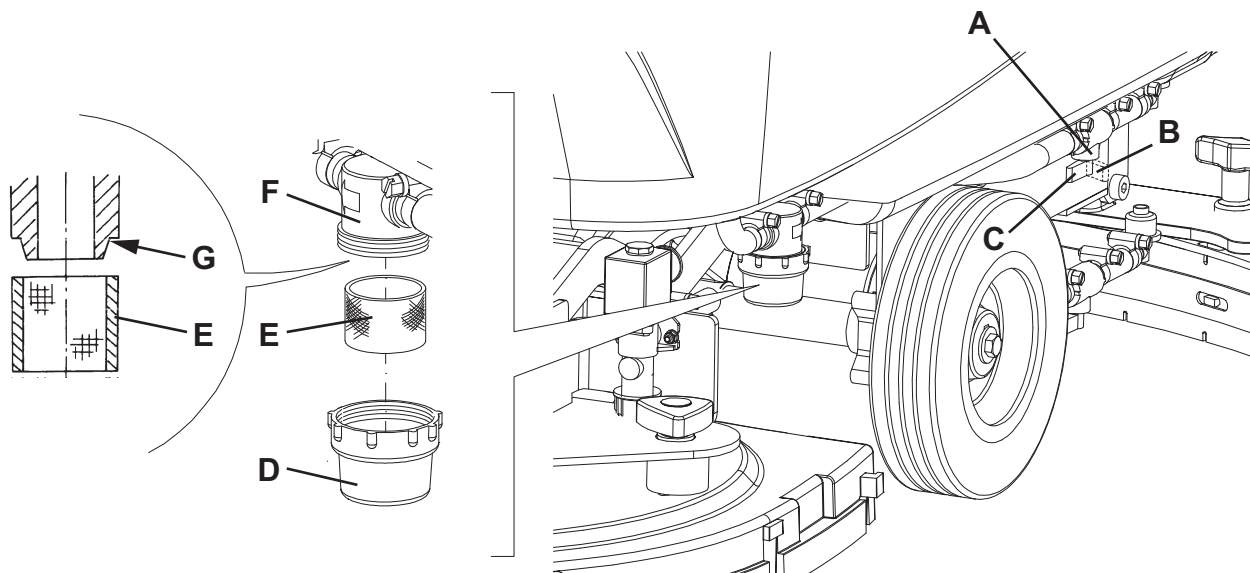

Figure 5
2. Débrancher le câble d'alimentation (3) du réseau électrique.
3. Fermer le robinet (A, Fig. 5) de la solution situé dessous la machine, derrière la roue arrière droite. Le robinet (A) est fermé quand il se trouve dans la position (B) par rapport aux tuyaux ; il est ouvert quand il se trouve dans la position (C).
4. Déposer le couvercle transparent (D), puis déposer le filet filtrant (E). Les nettoyer et les reposer sur le support (F).